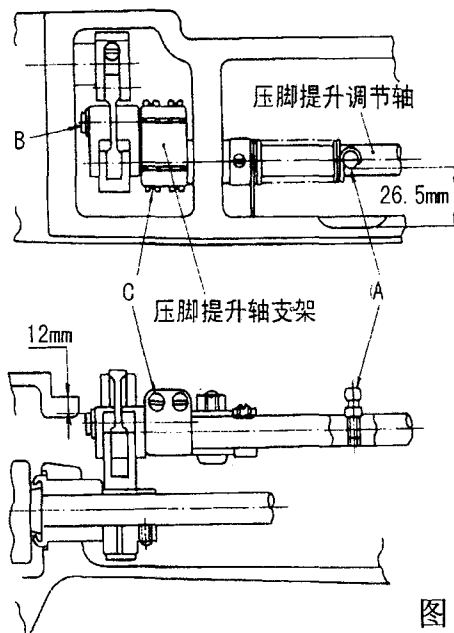

图 18
3) 安装压脚提升轴支架 (图 18)
(1) 位于压脚提升调节轴上的压脚提升调节轴螺钉 A 与机壳内壁之间距离应为 26.5mm 如图 18 所示(这将使操作更为便利)。
(2) 当压脚提升调节轴调到如上步骤 (1) 所示之后, 调整压脚提升轴支架。调整之后应保证压脚提升轴支架上的压脚提升轴支架轴 B 的表面最高处与机壳上的盖板安装面之间的距离应为 12mm, 然后, 旋紧螺钉 C。